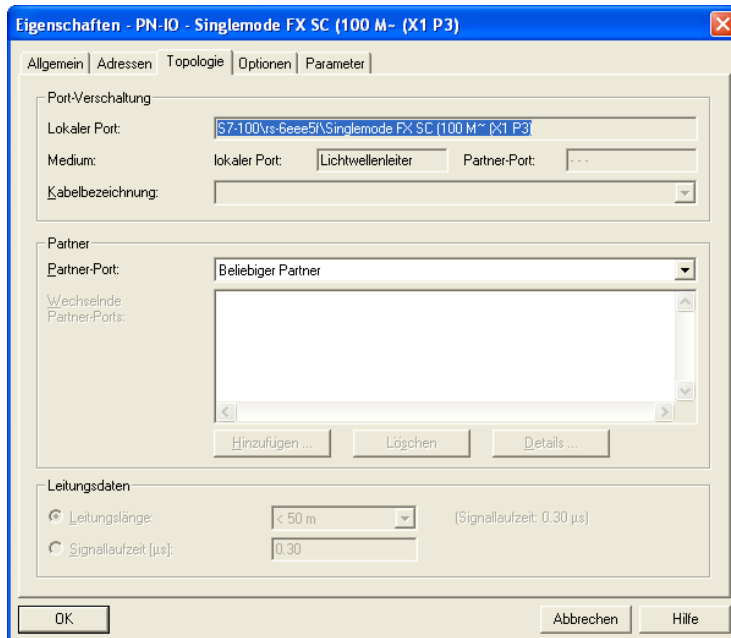

Abb. 17: Dialog zur Eingabe der Topologie
- Wählen Sie unter Port-Verschaltung/Lokaler Port die gewünschte Einstellung für den Port aus (siehe Abbildung 17).
- Wählen Sie unter Partner/Partner-Port die gewünschte Einstellung für den Partner-Port aus (siehe Abbildung 17).